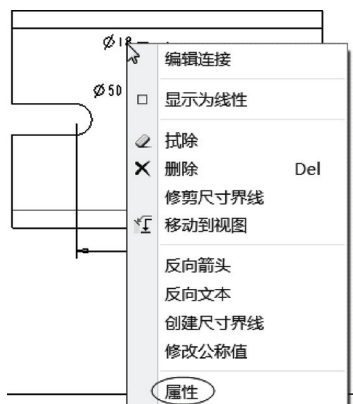

图 11-120 使用快捷菜单
1) 选择数值为“ $\varnothing 18$ ”的直径尺寸, 右击, 如图 11-120 所示, 接着从快捷菜单中选择“属性”命令。